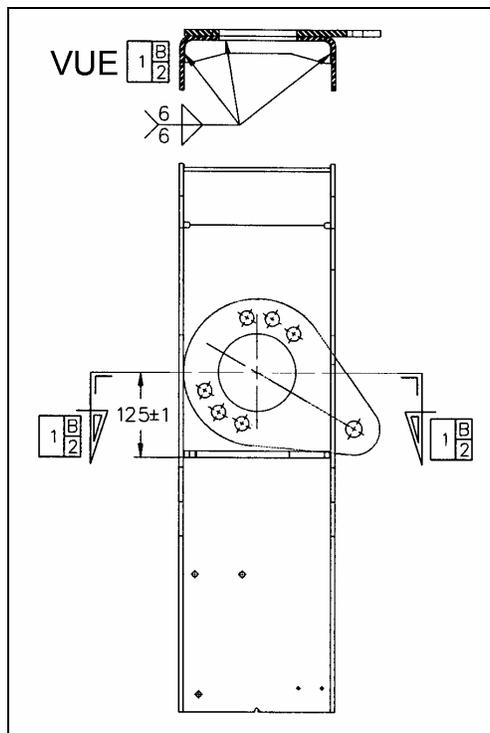

FIGURE 3
7. À l'aide d'une meule, nettoyer le support pour assurer une surface d'appui adéquate au renfort. Appuyer le renfort sur le support tel que montré à la figure 3, utiliser une pince-étau en «C» pour le maintenir en place.
8. Pour le soudage du renfort, se référer à la figure 3 et aux spécifications indiquées au paragraphe : **Soudure acier – acier.**